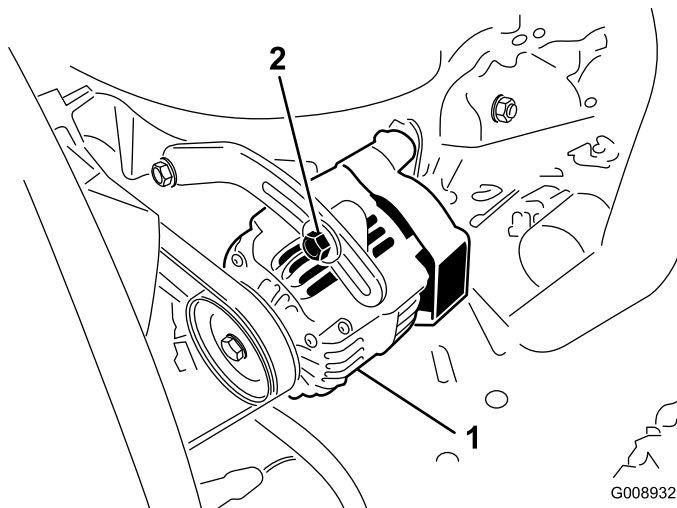

Figura 63
2. Si la desviación no es de 10 mm ($\frac{3}{8}$ "), afloje los pernos de montaje del alternador (Figura 63).